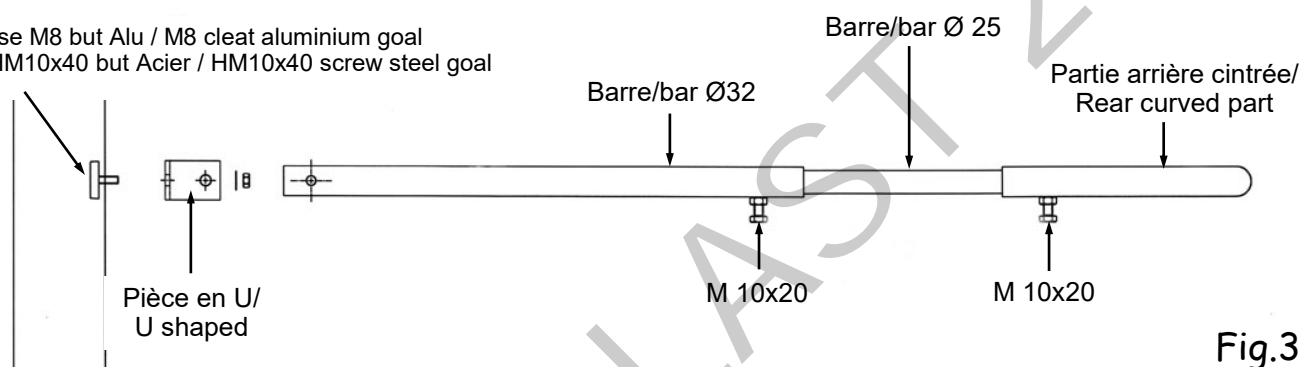

Fig.3
- Pour les buts alu glisser une éclisse dans la filière des montants, visser le « U » avec rondelle + écrou frein M8 fig3.
- Positionner les barres Ø32 et fixer avec les boulons M10x60 fig2. Emboîter les barres Ø 25 puis les parties arrières fig3.
- Régler la profondeur suivant le filet et immobiliser avec les vis HM10x20 fig3.
- Le montage du relevage est correct si les vis HM10x20 sont contre le sol fig3.
- For aluminium goals, slide a cleat into the post rail, screw the « U » using a washer + M8 lochnut fig3.
- Position the Ø32 bars and fix using M10x60 bolt fig2. fit the Ø25 bars then the rear parts fig3.
- Adjust the depth depending on the net and hold down using the HM10x20 screws fig3.
- The assembly is correct if the HM10x20 screws are against the ground fig3.